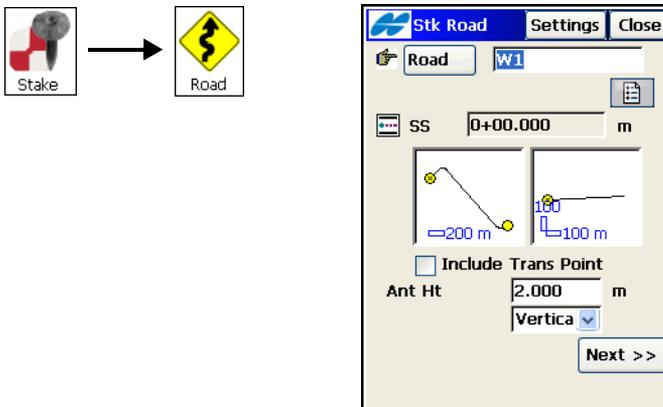
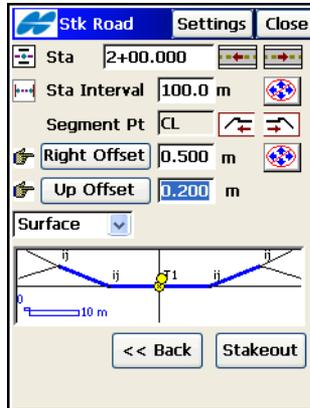

Abbildung 9-37. Trassenabsteckung
Abbildung 9-38. Trassenabsteckung (zweites Fenster)
2. Geben Sie im Fenster *Abst. Straße* (Abbildung 9-37) den Namen der abzusteckenden *Straße*, *Achse* und *Gradiente*, die Anfangsstationierung sowie Antennenhöhe und Höhenmesstyp (GPS-Modus) bzw. Zielhöhe (TS-Modus) ein. Um auch die Hauptpunkte abzustecken (an denen die Grundrisselemente der Trasse beginnen und enden), aktivieren Sie das entsprechende Kontrollkästchen (Abbildung 9-37). Tippen Sie auf **Weiter**. Ein zweites Fenster *Abst. Straße* erscheint (Abbildung 9-38 auf Seite 9-31).